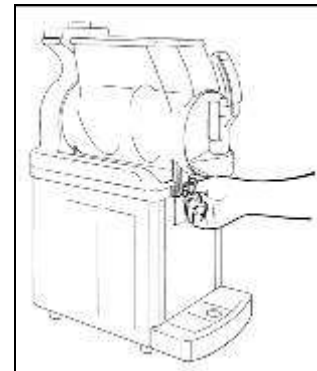

Fig. 13
- Dévisser et enlever les pommeaux (voir fig. 13).